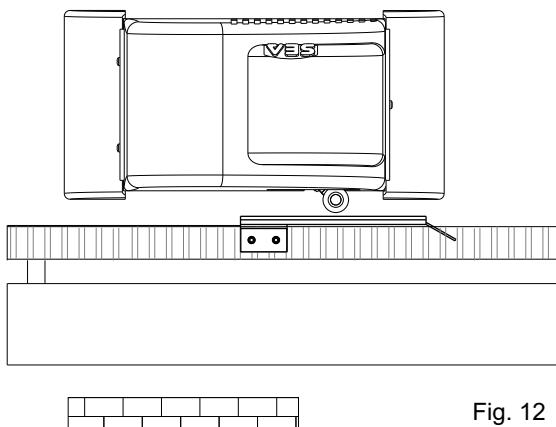
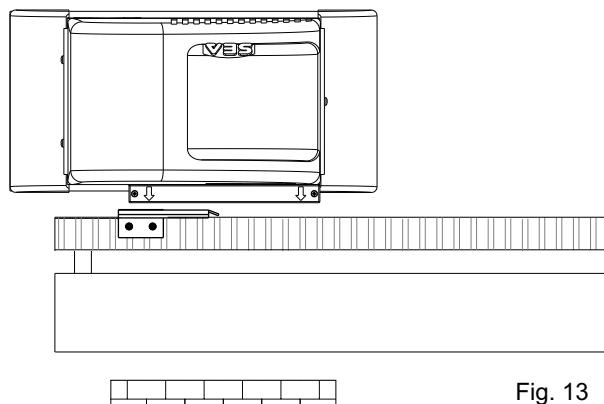
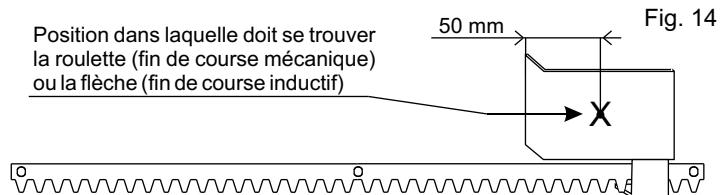
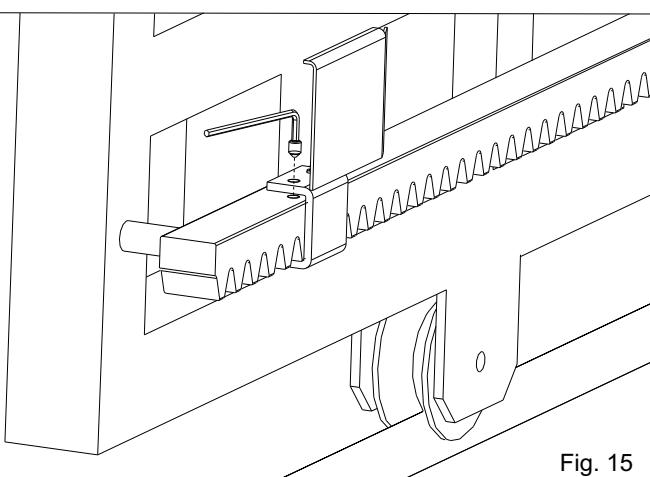

Fig. 12
Fig. 13
Fig. 14
Fig. 15
- Positionner la plaque sur la crémaillière de façon d'avoir le fin de course (doigt en cas de fin de course mécanique (Fig. 12); flèche d'identification positionnée sur le coté supérieur en cas de fin de course inductif (Fig.13)) en correspondance du point X que se trouve à 50 mm du coté plié de la plaque (Fig. 14) et la fixer avec les vis en dotation (Fig. 15).
- Positionner la plaque sur la crémaillière de façon d'avoir le fin de course en correspondance du point X que se trouve à 50 mm du coté plié de la plaque (Fig. 14) et la fixer avec les vis en dotation (Fig. 15).